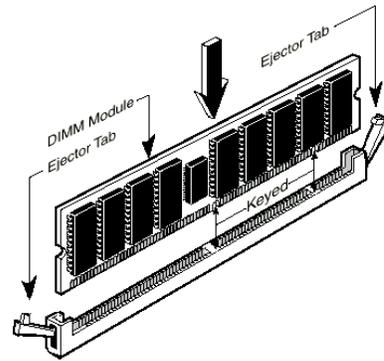

Figure 2-4. Memory module installation
**Schritt 5.** Das DIMM-Modul wie in der Abbildung gezeigt in die Erweiterungssteckfassung einschieben. Auf die Verzahnung des Moduls zur Übereinstimmung mit der Steckfassung achten. In der Abbildung 2-4 sind Einzelheiten dargestellt. **Dadurch wird sichergestellt, daß das DIMM-Modul nur in eine Richtung in die Fassung einmontiert werden kann.** Das DIMM-Modul fest in die DIMM-Fassung eindrücken und sicherstellen, daß das Modul fest in der DIMM-Steckfassung sitzt.